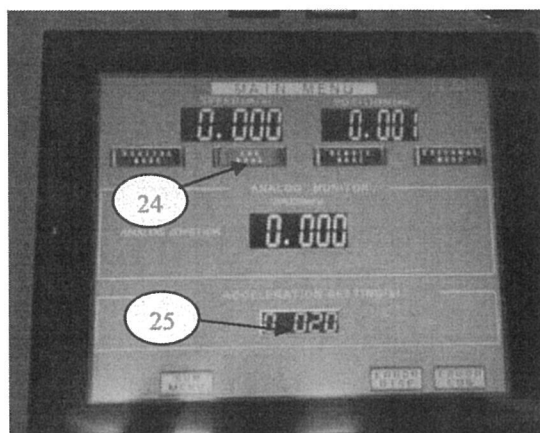

図 11 JOG MODE
本モードでは、電車の位置を微調整できる。運転する場合は JOG MODE キー (24) を押して JOG MODE 画面 (図 11) へと移行する。